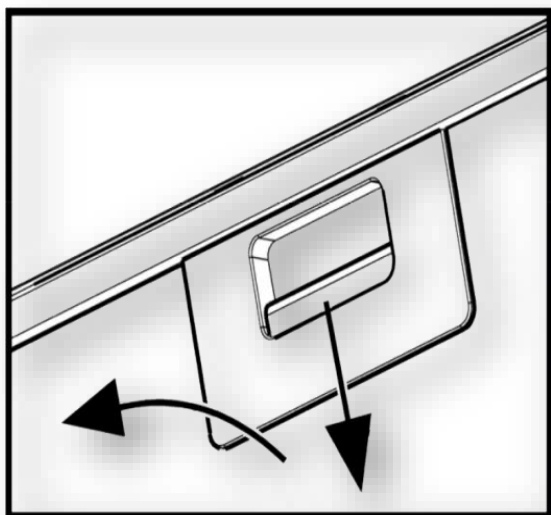

Рис. 7
8.6 Для зняття алюмінієвого фільтра (**рис.7**) слід натиснути на пружинну засувку і, потягнувши на себе і вниз, зняти фільтр з панелі. Встановлення фільтра виконати в зворотному порядку.